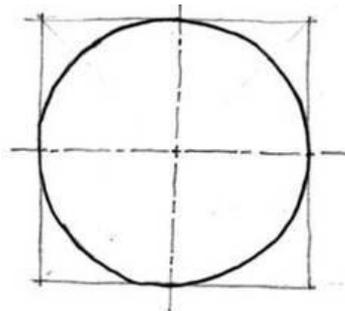

Figura V-9. Trazado de circunferencia grande paso 3
**Paso 3:** se completa el trazado de la circunferencia (figura V-9).